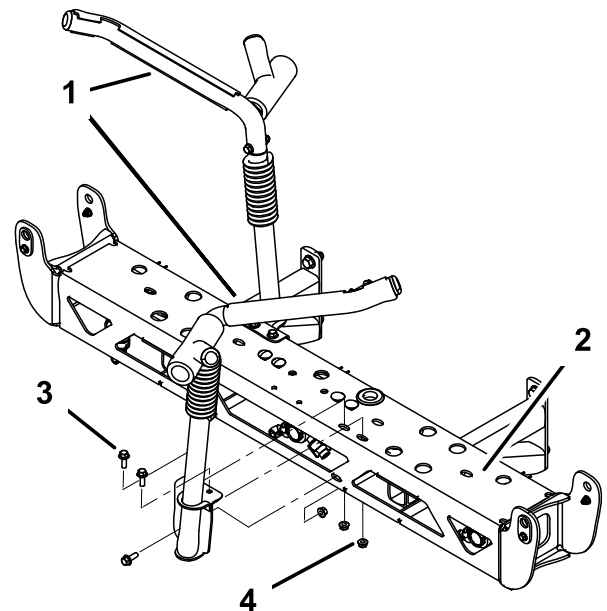

Bild 27
- Montieren Sie die Transportwiegen der Ausleger mit 6 Schrauben ((3/8 x 1-1/4 Zoll)) und 6 ((3/8 Zoll)) Sicherungsmuttern am mittleren Ausleger. Richten Sie sie wie in Bild 27 dargestellt aus.